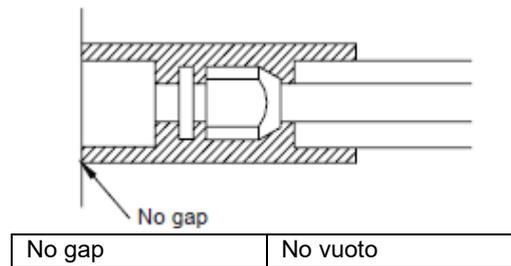

Fig. 8
- 2) Le giunzioni dell'unità interna devono essere avvolte con il materiale isolante senza lasciare spazi vuoti tra la giunzione e l'unità interna, come illustrato in Fig. 8